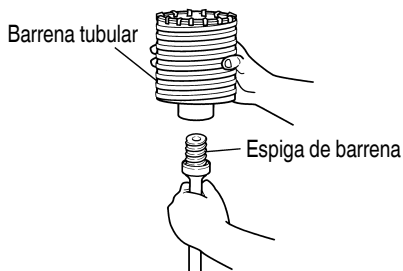

Fig. 24
- (1) Montar la barrena tubular en su espiga. (Fig. 24)